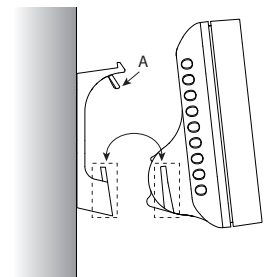
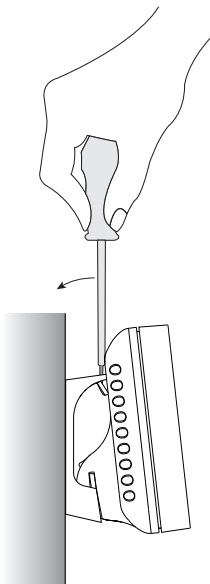

Fig. 4
Fig. 5
- Tramite una forbice o un tronchesino, eliminare il particolare "A" in plastica mostrato in Fig. 4 se si vuole che lo strumento possa essere sganciato dal supporto senza l'utilizzo di un cacciavite. In caso contrario invece non rimuovere il particolare. Per sganciare lo strumento sarà necessario un cacciavite inserito nella posizione mostrata in Fig. 5;
- Far scorrere il terminale, in modo da agganciarlo al supporto come mostrato in Fig. 4;
- Use scissors or cutting nippers to remove the plastic part "A" shown in Fig. 4 if the device needs to be removed from the support without needing a screwdriver. Otherwise, leave the part intact, and a screwdriver inserted in the position shown in Fig. 5 will be required to release the device;
- Slide the terminal onto the support, as shown in Fig. 4;